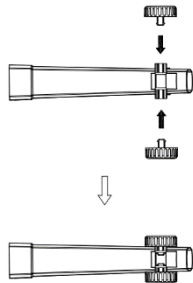
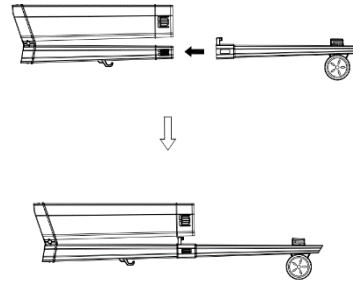
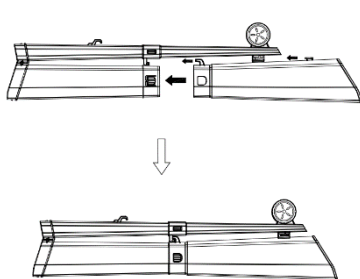
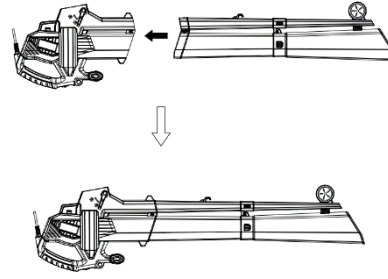

Fig. 2
Fig. 3
Fig. 4
Fig. 5
1. Monteer wiel en ventilator/aanzuigbuis (Fig.2 Fig.3 Fig.4 Fig.5)
- Trek de twee wielen en de aanzuigbuis naar buiten, houd de aanzuigbuis vast en installeer de twee wielen, zie Fig.2.
- Trek de centrale buis naar buiten en schuif de aanzuigbuis in de centrale buis. Zie Fig. 3.
- Trek de zuigbuis naar buiten, plaats de zuigbuis op de centrale buis, de zuigbuis klikt vast. Zie Fig.4.
- Plaats de gehele buis in het machinelichaam. zie Fig. 5